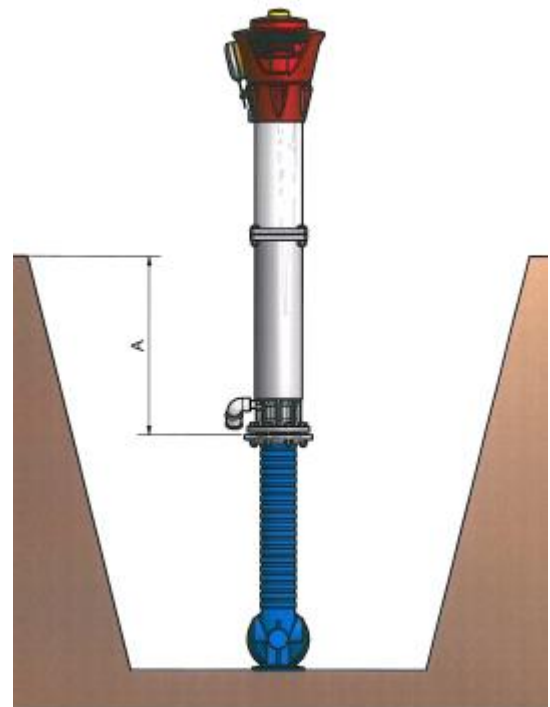

figura1
3. Determinare la misura di accorciamento della curva d'ingresso. (figura1)